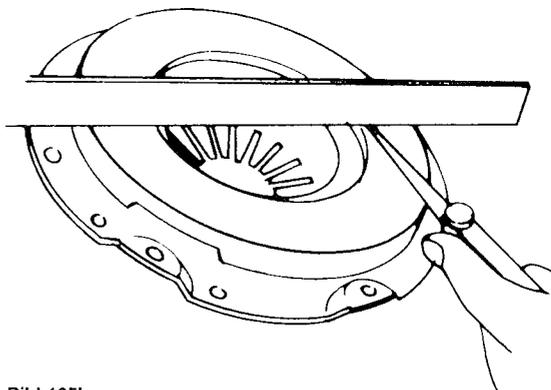

Bild 105b
- Ein Messlineal über die Reibfläche der Druckplatte auflegen, wie es in Bild 105b gezeigt ist, und mit Fühlerlehren den Spalt ausmessen. Falls der Spalt innen mehr als 0,3 mm beträgt, muss die Kupplung erneuert werden.